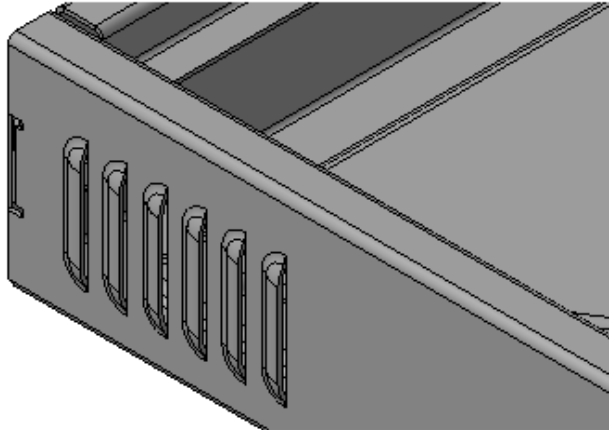

Рисунок 69.
- Нажмите кнопку Создать объект (рис. 69).